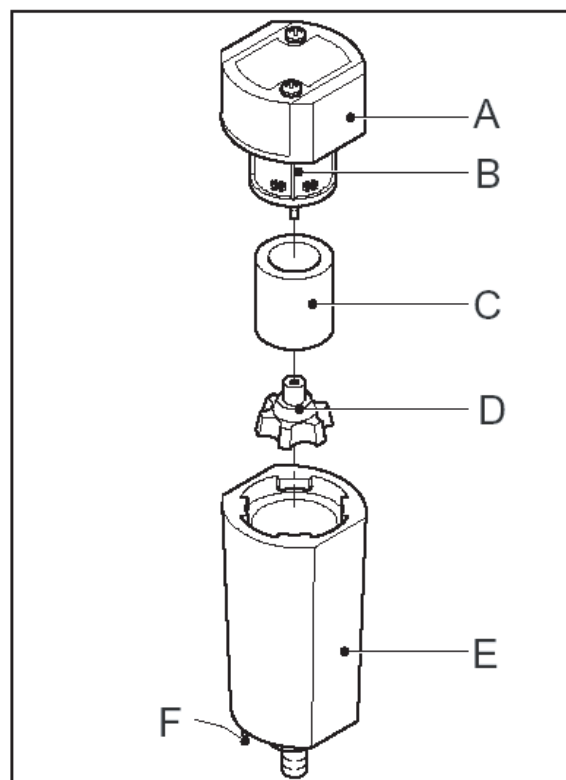

Figure 8.1 Filter
2. Dépressurisez le générateur en desserrant la vis/broche (F à la Fig. 8.1) en laiton située au bas du cylindre du filtre. Lorsque la purge de l'air est terminée, vous pouvez retirer le cylindre.
3. Faites tourner la cuve du filtre (E) dans le sens horaire et retirez la cuve du boîtier du filtre (A).
4. Dévissez le boulon (F).
5. Retirez l'unité de purge (B-E) de la cuve du filtre (A).
6. Retirez le joint torique (E).
7. Retirez avec précaution le boîtier flottant (B) du support (D). Ne pliez pas l'aiguille (C).